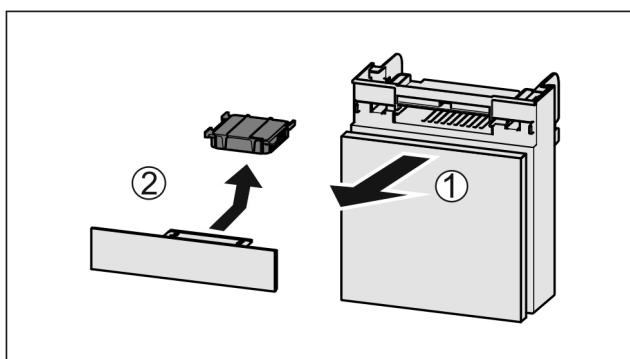

Fig. 83
- Extrageți Fig. 83 (1) compartimentul către înainte.
- Scoateți Fig. 83 (2) filtrul de cărbune activ.